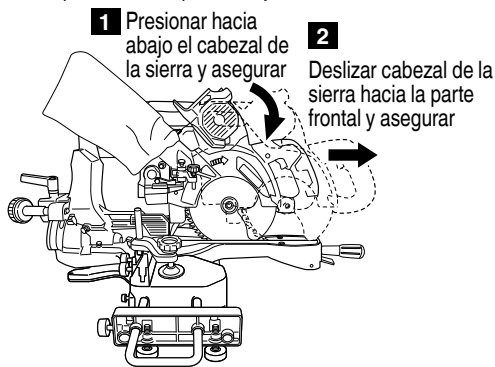

Fig. 54
- (2) Aseguramiento de cable (Fig. 54, 55)
① Presione hacia abajo el cabezal de la sierra y asegúrelo en su sitio con el pasador de bloqueo.
② Deslice el cabezal de la sierra hasta que entre en contacto con la parte frontal y asegure el cabezal con el perno de mariposa de fijación deslizante.